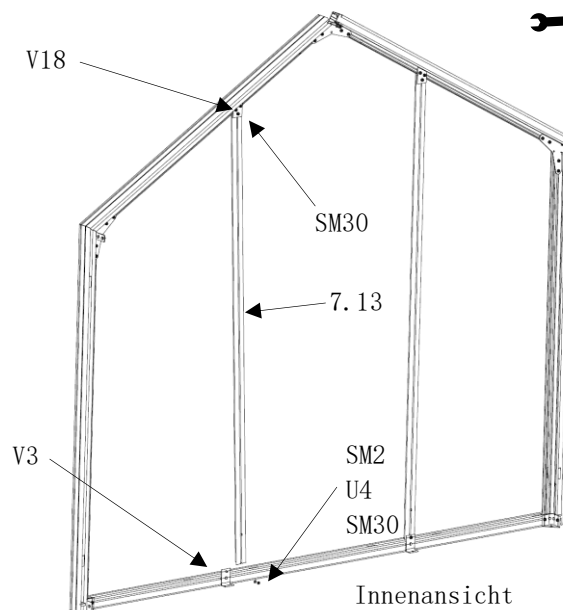

Abb. 79
(Abb. 79)
- die Arbeitsschritte (Abb. 79 bis 83) werden beim Einbau der rechten Seite in gleicher Weise wiederholt.